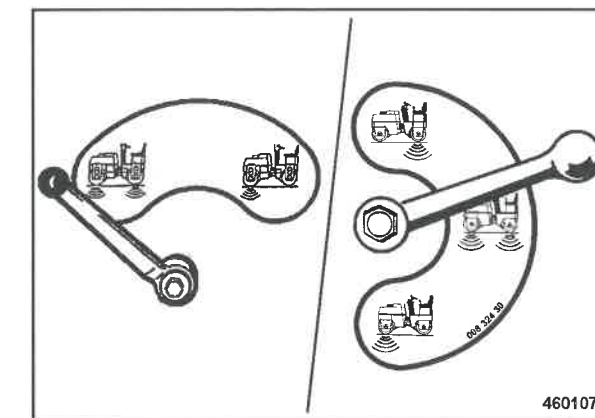

Fig. 66
- Preselezionare il tamburo desiderato o i tamburi desiderati con la valvola di blocco a sfera (Fig. 66).